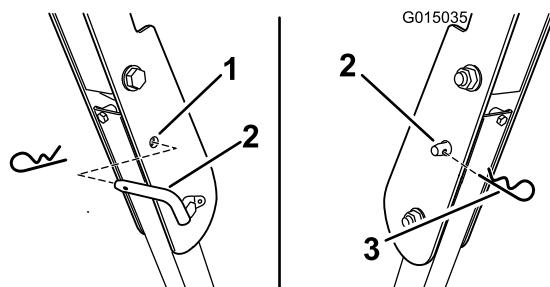

Figura 10
3. Montate i perni di bloccaggio. Fissate i perni inserendo la coppiglia a forcina (Figura 10).
4. Per abbassare il roll bar rimuovete la coppiglia e la spina di bloccaggio. (Figura 10).